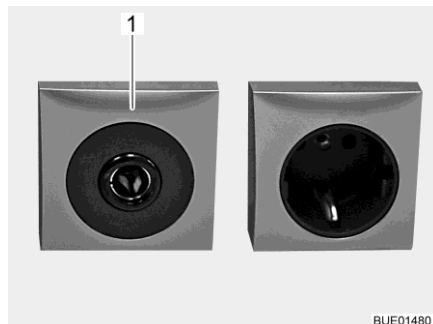

Fig. 133 Prise de courant 12 V/10 A
- ▷ Ne brancher aux prises de courant (Fig. 133,1) du réseau de bord 12 V que des appareils de maximum 10 A.